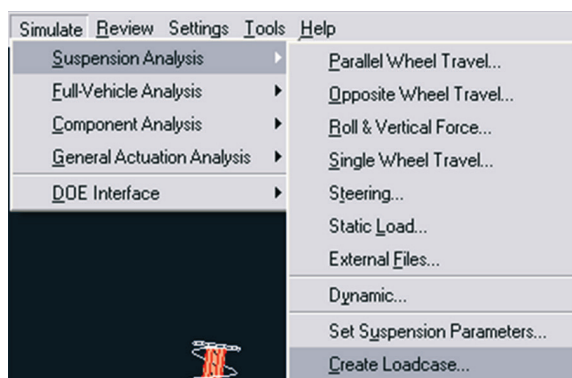

Figura 4.153 – Criando o arquivo *Loadcase*.
- Acesse o menu *Simulate* → *Suspension Analysis* → *Create Loadcase* (Figura 4.153).